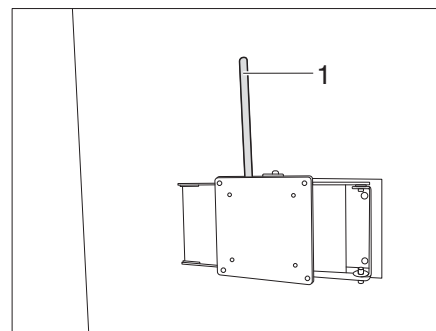

Bild 128 Halterung mit Gelenkarm (Variante 4)
- Am Hebel (Bild 128,1) ziehen.
- Hebel (Bild 128,1) zur Arretierung wieder in Ausgangsstellung zurück schieben.